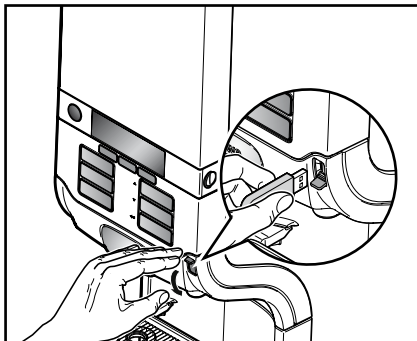

図51
- ・ 付属されているUSBキーを装置のUSB接続部に差し込んでください。(図51)